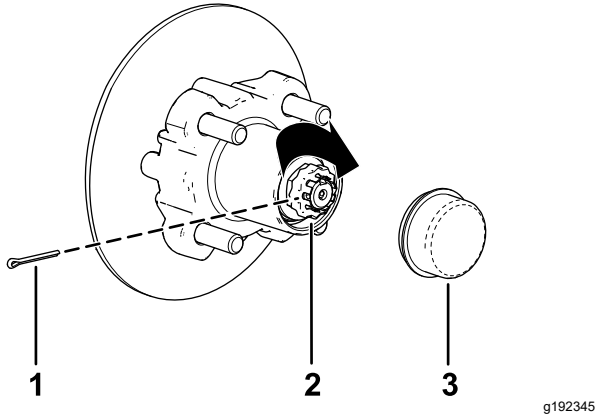

Bild 43
- Befestigen Sie den Halter über der Mutter und prüfen Sie die Ausfluchtung des Schlitzes im Halter und dem Loch in der Spindel für den Splint (Bild 43).
- Setzen Sie den Splint ein und biegen Sie jeden Abschnitt um den Halter (Bild 43).
- Setzen Sie den Staubdeckel auf die Radnabe (Bild 43).